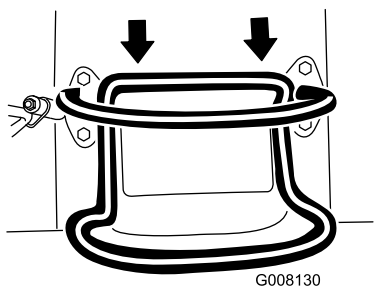

Bild 8
- Bewegen Sie den Fahrtriebshebel nach hinten, um rückwärts zu fahren (Bild 8). **Schauen Sie beim Rückwärtsfahren nach hinten und achten Sie auf Hindernisse, fassen Sie den Anschlagbügel mit den Händen an.**